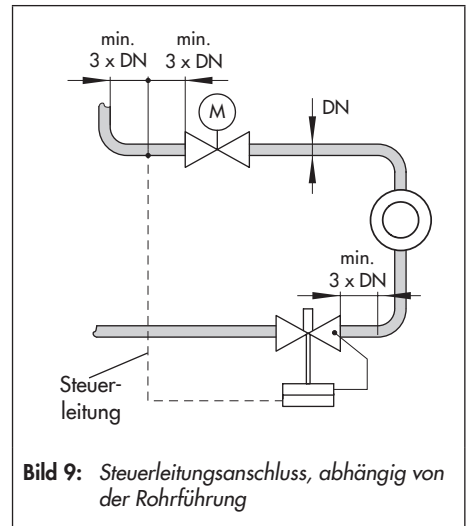

Bild 9: Steuerleitungsanschluss, abhängig von der Rohrführung
- Leitungsführung dem entsprechenden Einbauschema entnehmen, vgl. Bild 9.